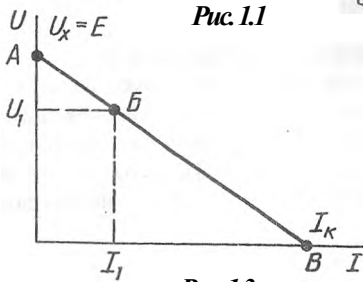
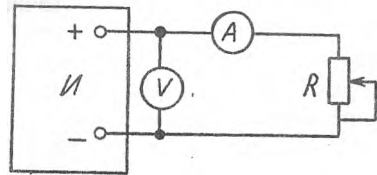
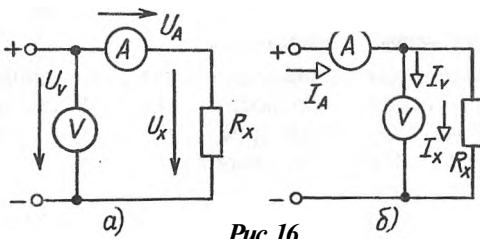

Рис. 1.3
Рис. 1.4
Рис. 1.6
ВАХ такого источника - прямая линия АВ (рис. 1.3). ВАХ источников и приемников снимаются методом амперметра - вольтметра (рис. 1.4).
Для источника проводятся два опыта: холостого хода (ХХ) и нагрузки. Режим ХХ соответствует отсутствию тока в источнике ($I=0$) и осуществляется отключением приемника от источника. Напряжение источника в этом режиме равно его ЭДС E ($U_x = E$). На рис. 1.3 этому режиму соответствует точка А. В режиме нагрузки измеряют ток I_1 и напряжение U_1 (точка Б). Внешнюю характеристику получают, проводя прямую линию через точки А и Б. В точке В достигается режим короткого замыкания источника (КЗ). Этот режим для источников напряжения обычно з а п р е щ е н , так как ток I_k значительно превышает номинальный ток источника $I_{ном}$.
Метод амперметра-вольтметра является наиболее простым косвенным методом измерения малых и средних сопротивлений. Измерение сопротивлений этим методом проводят по схемам (рис. 1.6а или рис. 1.6б). Зная показания приборов, сопротивление R_x рассчитывают по формуле $R_x = U_v/I_A$.
Выбор одной из этих схем связан с соотношением величин измеряемого сопротивления и внутренних сопротивлений приборов. Если измеряемое сопротивление относится к классу средних (от 1 до $10^5 \Omega$), то измерения производят по схеме (рис. 1.6а). При условии, что сопротивление амперметра R_A значительно меньше сопротивления R_x , напряжение U_v , измеренное вольтметром, близко по величине к напряжению U_x на резисторе R_x
($U_v = U_A + U_x \approx U_x$). По схеме (рис. 1.6а) снимают линейную ВАХ переменного резистора ($R \approx 150 \text{ Ом}$, $P = 50 \text{ Вт}$) и внешнюю характеристику источника питания стенда, эта схема эквивалентна схеме (рис. 1.4).
Измерение малых сопротивлений ($R < 1 \text{ Ом}$) проводят по схеме (рис. 1.6б). При этом, поскольку $R_x \ll R_v$, то ток I_a , измеряемый амперметром, близок по величине к току I_x в резисторе R_x ($I_a = I_v + I_x \approx I_x$) и погрешность измерения невелика. По этой схеме снимают прямую ветвь ВАХ диода. Заметим, что так как напряжение на диоде $U_{пр}$ составляют (0,6-0,7) В, то в схему (рис. 1.6б) необходимо включить ограничивающий резистор. На панели № 6 установлены резисторы $R = 100 \text{ Ом}$ мощностью $P = 50 \text{ Вт}$ и, следовательно, их допустимый ток не превышает
3.2. Собрать цепь по схеме (рис. 1.4). Снять и построить вольт-амперные характеристики источника постоянного тока и приемника (переменного резистора).